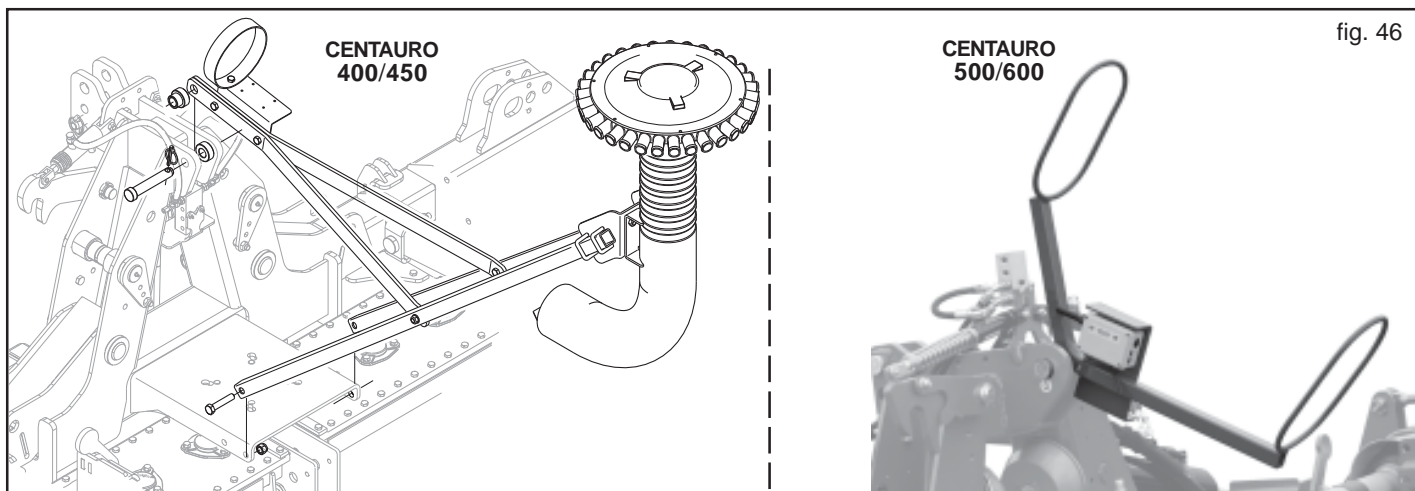

fig. 46
8) Montare posteriormente all'attacco tre punti dell'erpice rotante il guida tubi per il trasporto semi (Fig.46).